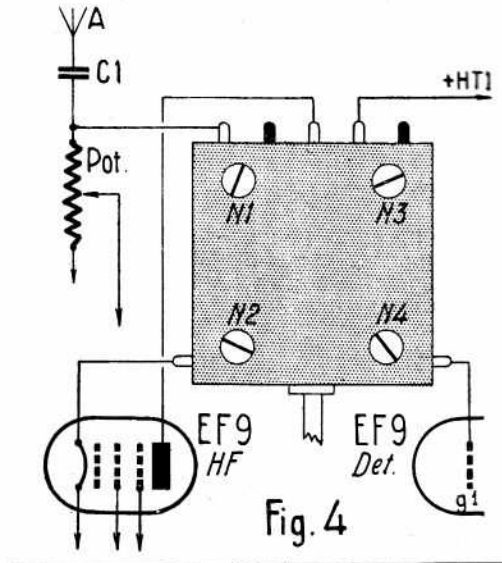

Fig. 4
La figure 4 montre le branchement d'un bloc réunissant les deux transformateurs A1 et A2. N1, N2, N3 et N4 sont les noyaux ferreux réglables.
- Un « bloc » suivant figure 4.